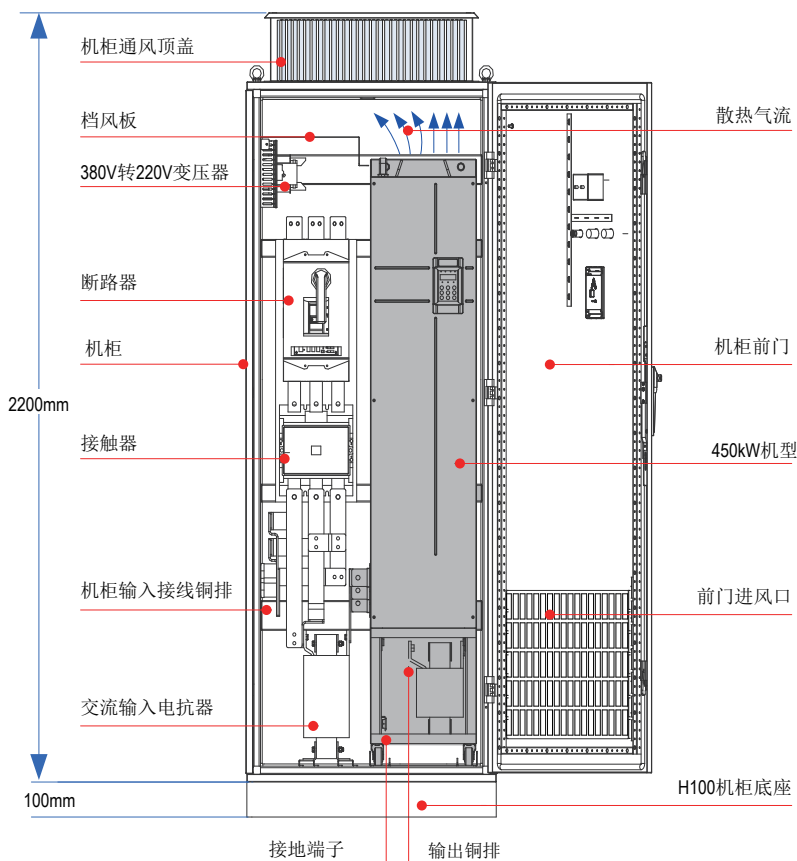

图 3-14 机柜布局推荐
- 在柜内安装时，请参照机柜布局示意图（如下图 3-14 所示），机柜框架为 2200\*800\*600（单位 mm，含 H200 机柜通风顶盖），为了确保机柜的安装，必须加上 H100 的机柜底座。要在柜内顶部安装挡风板，防止 MD480E 散热气流在柜内循环，在柜门下部必须开进风通风孔；